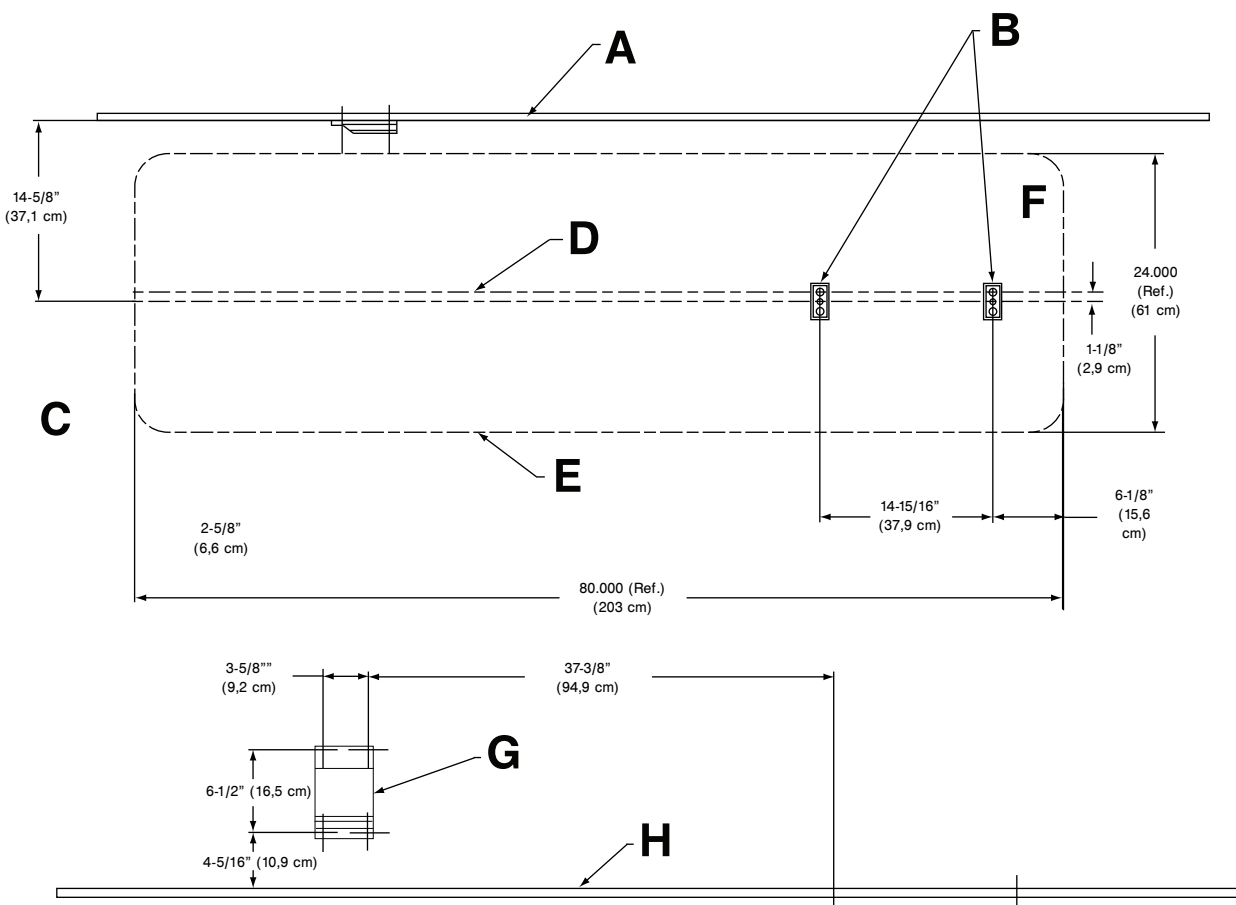

Figure 15 – Emplacements pour l'installation de la plaque murale
2. En utilisant les dimensions indiquées sur la Figure 15, repérer et forer les emplacements où les plaques de plancher seront fixées.
5. En utilisant les dimensions indiquées sur la Figure 15, repérer et forer les quatre emplacements où le support de montage mural du rail sera fixé.